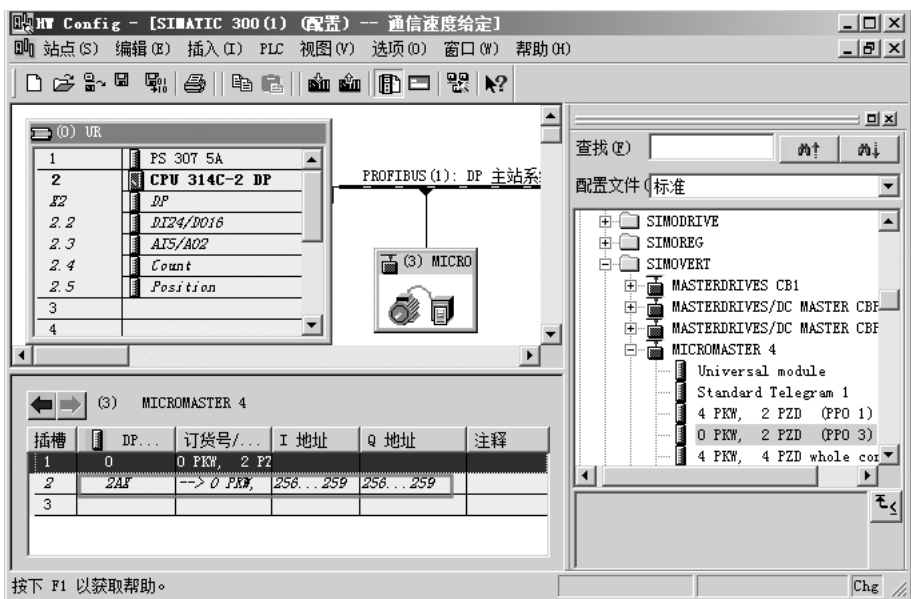

图 11-22 MM440 的数据地址
5) MM440 的数据地址。如图 11-22 中, S7 - 300 (主站) 发送到 MM440 的数据存放在 QB256 ~ QB259 (共两个字), S7 - 300 (主站) 接收 MM440 的数据区在 IB256 ~ IB259 (共两个字)。最后, 保存和编译组态完成的硬件。